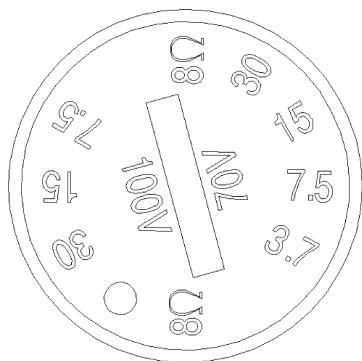

Рис. 6. Переключатель режима
- 11 Перед установкой решётки переключателем¹ выберите нужный режим работы громкоговорителя² (см. рис. 6)
¹ Переключатель режима может, в зависимости от модели, иметь разные обозначения положений. Например, на рис. 6 показан переключатель для модели SPK-CC688